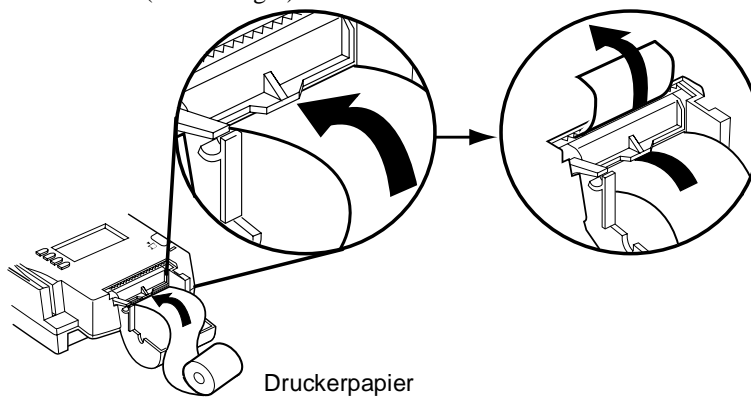

Abbildung 8 Einlegen von Papier
4. Halten Sie die Rolle so, dass das Papier an der *Unterseite* der Rolle abgewickelt wird. Legen Sie das Papier mit der abgeschnittenen Vorderkante in die Papierzuführung ein (Abbildung 8).